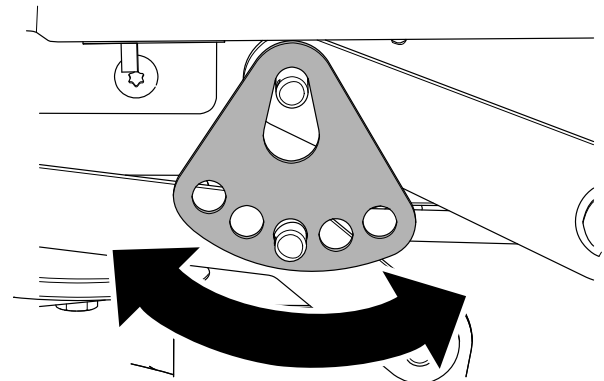

**Figura 61**
6. Retire la chaveta y la arandela del pasador inferior del brazo de elevación (Figura 61).